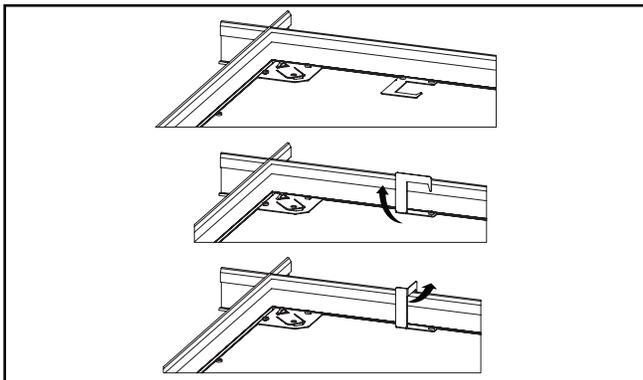

Figure 4.
6. Les brides de grille sont fournies afin de mieux le retenir au système de plafond. Orientez 4 languettes à l'arrière du luminaire par-dessus la grille en T en pliant vers le haut à 90 degrés et perpendiculaires à l'arrière du luminaire. Ensuite, pliez les languettes à 90 degrés vers le cadre de la grille en T (Fig. 4).